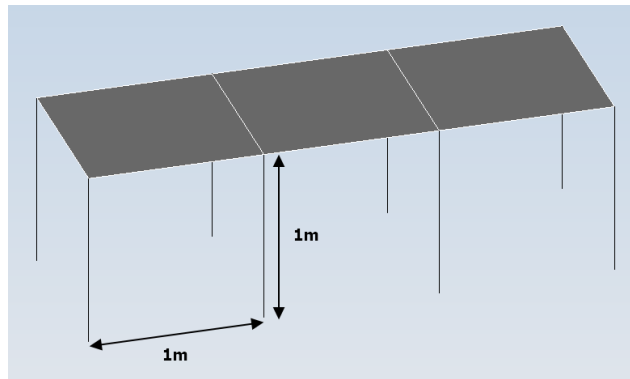

图 1 支架模型
- (7) 选中模型树上刚创建的“草图 1”，单击【三维建模】>【拉伸】，在任务面板修改“正向长度”为 1m。单击“√”，模型树上生成“拉伸”节点，将其重命名为“薄板”。